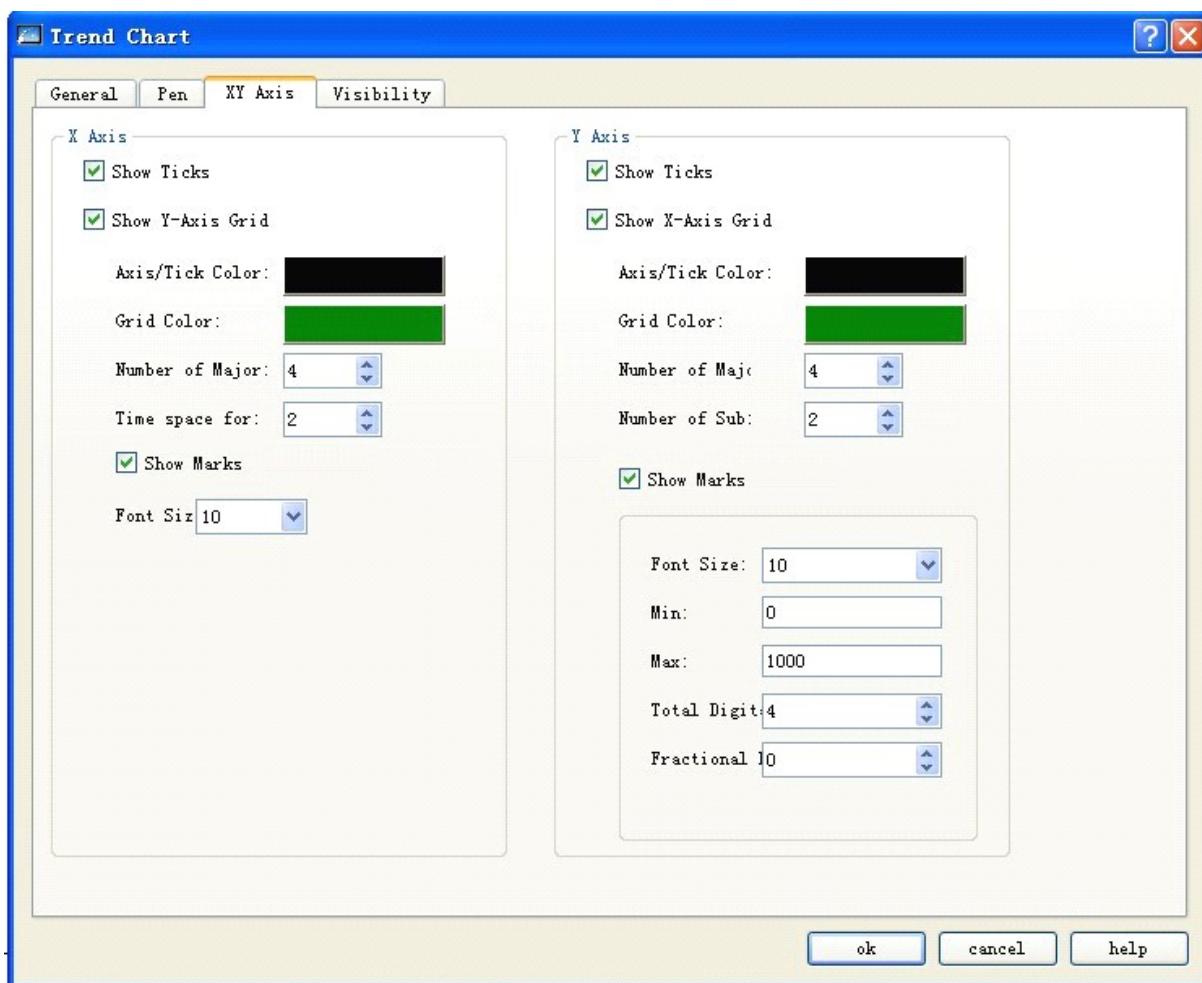

Рисунок 4-57 Вкладка настройки осей трендового графика
3. Вкладка настройки осей (XY Axis tab). Смотрите рисунок 4-57